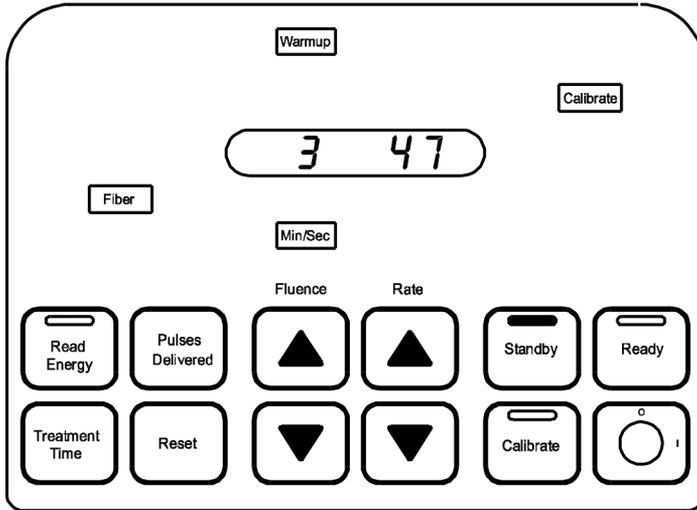

图 3
1. 当系统处于 Warm-up（预热）模式时，Warm-up（预热）辅助灯将亮起。Standby（待机）按钮和控制面板顶部的绿色状态灯也亮起。（图 3）